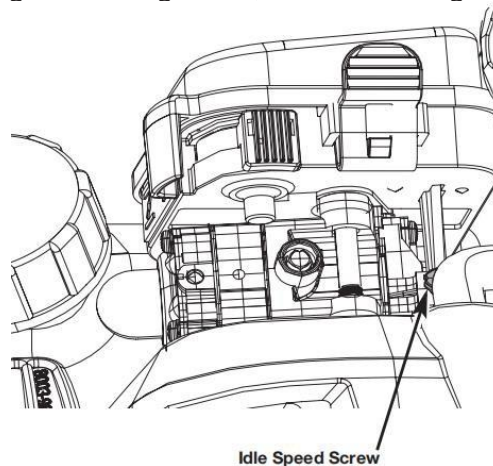

Fig. 13
- 2) Lassen Sie den Motor im Leerlauf laufen. Wenn der Motor stehen bleibt, erhöhen Sie die Leerlaufdrehzahl. Drehen Sie die Leerlaufschraube mit einem kleinen Kreuzschlitzschraubendreher jeweils eine 1/8-Umdrehung im Uhrzeigersinn, bis der Motor gleichmäßig im Leerlauf läuft (Abb. 13).